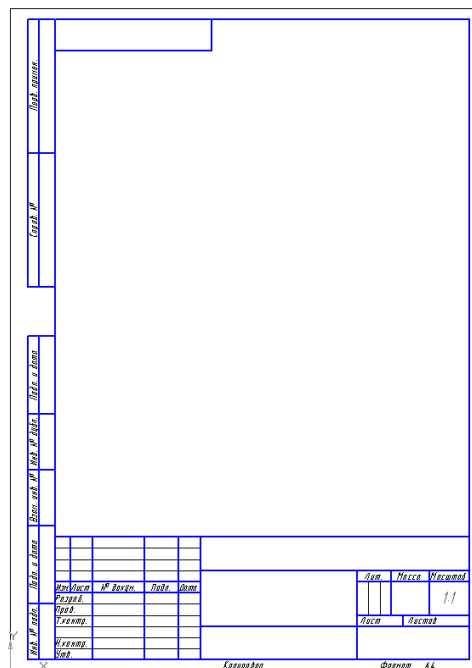

Рис. 7.1. Лист чертежа в системе КОМПАС-3D LT.
- 1.3. Выполните команду **Файл⇒Создать...⇒Чертеж** (рис. 7.1).